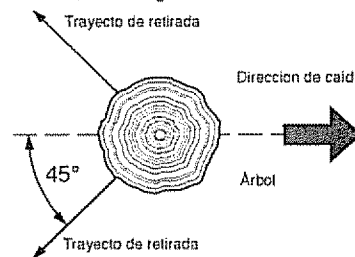

Figura 13 - Trayecto de retirada de un árbol
- 3 Plancee y despeje un trayecto de retirada para el momento de la caída. Este debe ser en sentido contrario al de la caída del árbol y a un ángulo de 45° (vea la Figura 13).